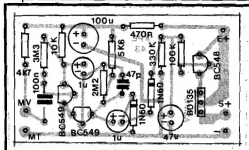

Fig. 3
- FIG. 3 - CHAPEADO DA MONTAGEM - Também sem problemas, dada a grande simplicidade... É só não errar a colocação dos componentes, quanto às suas posições (transistores, diodos e capacitores eletrolítico), códigos e valores. O "catecismo" do Hobbyista, configurado nas INSTRUÇÕES GERAIS PARA AS MONTAGENS e TABELÃO APE, está sempre nas páginas primeiras de toda Revista, para ser consultado quando pintarem dúvidas... De qualquer modo, af vão alguns "toques" importantes: atenção ao posicionamento dos transistores, sendo que os "BCs" estão referenciados pelos seus lados "chatos", enquanto que o "BD" tem sua face metalizada virada para o lado "de dentro" da placa; os diodos têm uma faixinha ou anel em cor contrastante, indicando o correto direcionamento da peca (corresponde ao terminal de **catodo**); os capacitores eletrônicos apresentam polaridade nos terminais, claramente indicadas no chapeado, e nos próprios corpos dos componentes... Cuidado, também, com a perfeita identificação dos valores dos resistores... Terminadas as ligações, não só o lado dos componentes deve ser verificado, mas também a face cobreada, na busca de soldagens imperfeitas (que devem - obviamente - ser corrigidas...). Lembrar sempre que **bons** pontos de solda devem ficar pequenos (mas não "insuficientes"...), lisos e brilhantes, sem "corrimentos" para fora das áreas cobreadas...